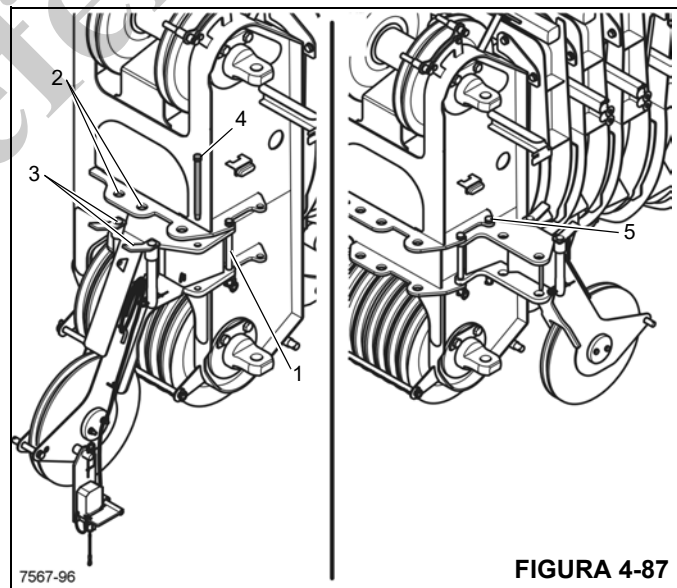

FIGURA 4-87
1. Certifique-se de que o pino giratório (1) (Figura 4-87) esteja instalado e firme com um grampo de retenção.
2. Remova os pinos de montagem dos olhais de montagem (2).
3. Insira os pinos de montagem nos furos de armazenamento (3) e prenda com os grampos de retenção.
4. Remova o pino de transporte (4).
6. Insira o pino de transporte no olhal de transporte (5) e prenda com um grampo.